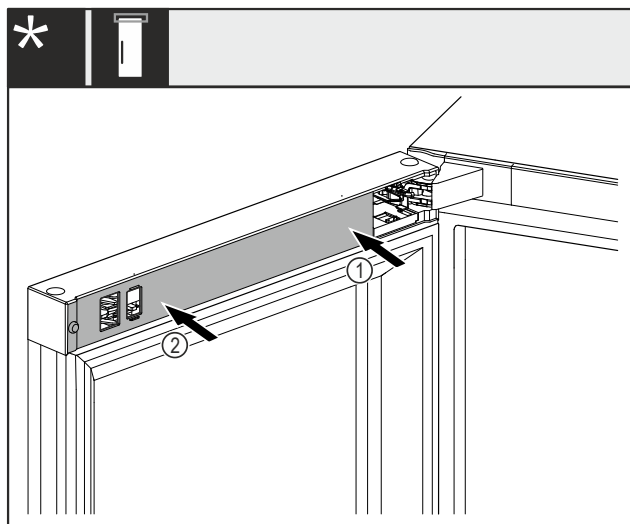

Fig. 48 *
- ▶ Najprije postavite poklopac Fig. 48 (1) na stranu podloška ležaja i uglavite ga.*
- ▶ Postavite poklopac Fig. 48 (2) na vanjsku stranu i uglavite ga.*